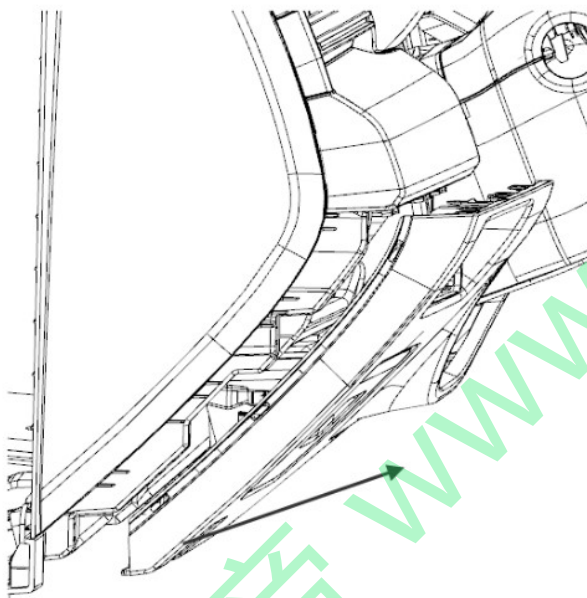

图 1.5.10 左下护板总成拆卸示意图
- (1) 双手放在图 1.5.10 左下护板两侧，沿图示箭头方向缓慢拔该零件直至装配处结构都脱开。